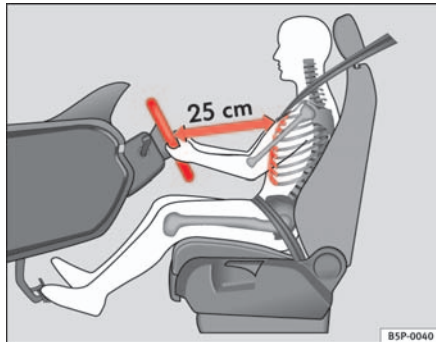

Abb. 1 Der richtige Abstand des Fahrers vom Lenkrad
- Stellen Sie das Lenkrad so ein, dass der Abstand zwischen Lenkrad und Brustkorb mindestens 25 cm beträgt ⇒ **Abb. 1**.
⇒ Seite 10, Abb. 1. Sitzen Sie näher als 25 cm, kann Sie das Airbag-System nicht richtig schützen.